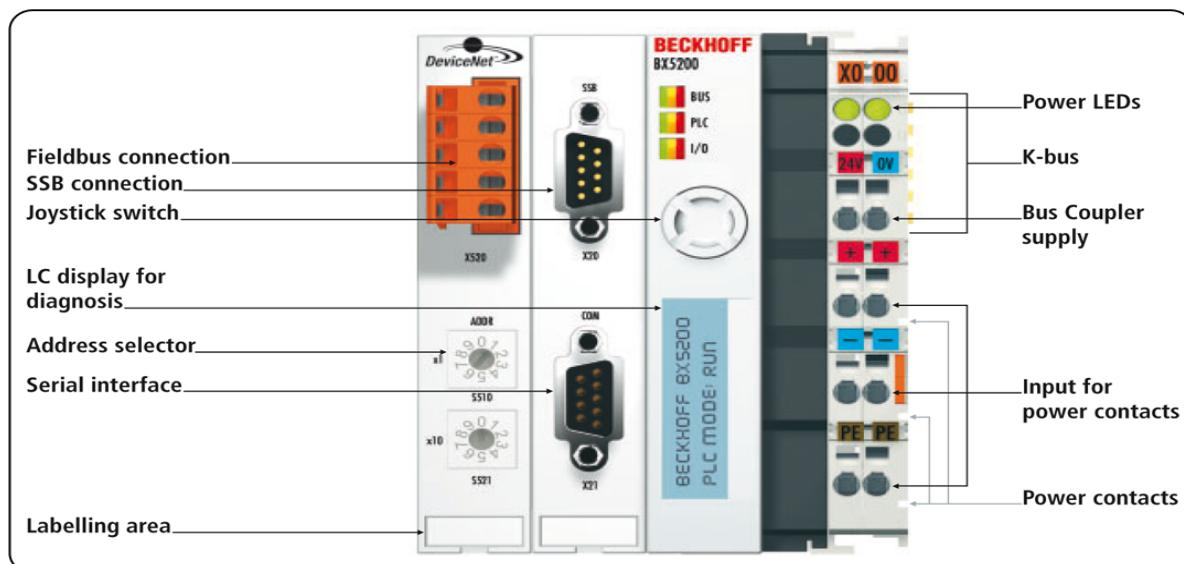

fig. 3.1
- moduli I/O aggiuntivi, alimentati tramite i contatti di potenza ("Power contacts", in fig. 3.1);
- interfaccia del bus di campo ("Fieldbus connection", in fig. 3.1).